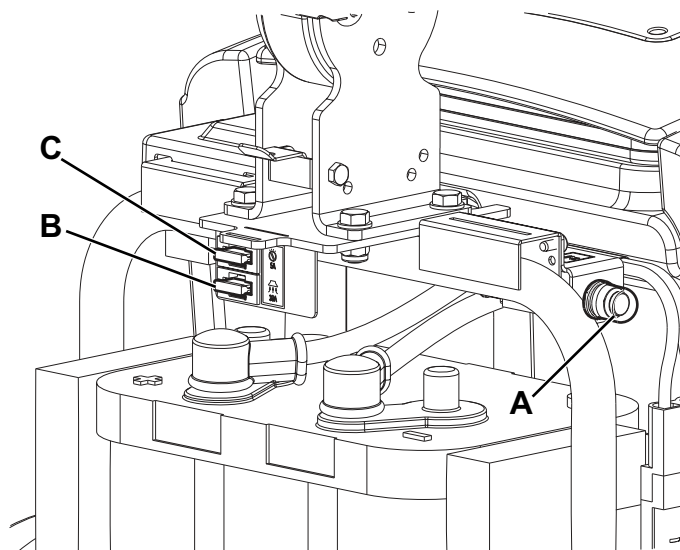

Afbeelding 7
2. Controleer of de programmahendel (31) in stand '0' staat en koppel de accustekker (7) los.
3. Verwijder de afdekking (A, Afb. 7), en reinig en spoel de afdekking zelf en het aanzuigrooster (B) met schoon water.
5. Demonteer waar nodig het rooster (B) en de vlotter (E); reinig ze zorgvuldig en plaats ze terug.
6. Controleer of de pakking (F) van de afdekking van de vuilwatertank heel is.
3. Open de afdekking (A, Afb. 7) en controleer of de pakking (L) van de motor van het aanzuigstelsel heel is. Vervang waar nodig de pakking door deze uit de bevestiging te halen.
4. Verwijder de vuilwatertank (C).
5. Controleer of de pakking (M) van de leiding voor het vuile water heel is. Vervang waar nodig de pakking.